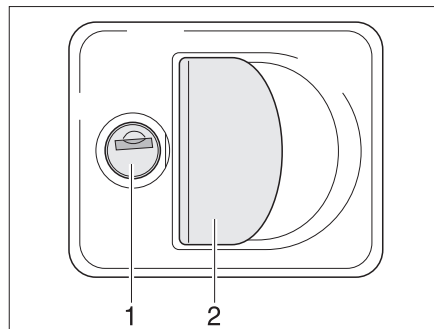

Bild 51 Lucklås med greppkåpa
- Stick in nyckeln i låscylinern (Bild 51,1) och vrid ett kvarts varv. Lucklåset är upplåst.
- Drag i låshandtaget (Bild 51,2). Den utvändiga luckan är öppen.